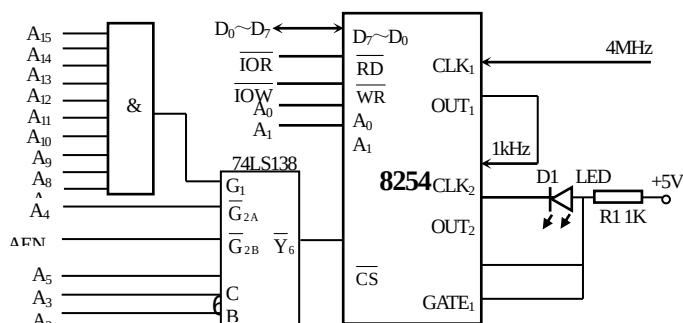

图 7.20 实现题 7.17 功能的接口电路
**解:** 要使发光二极管以点亮 2 秒、灭 2 秒的间隔工作,即要使通道 2 的 OUT2 输出一周期为 4 秒(高低电平各 2 秒)的方波信号。此题输入时钟为 4MHz,要实现 4s 定时,超出了 1 个通道的计数范围,实现时可用一个通道计数分频产生 1kHz 的时钟信号,用作通道 2 时钟输入。假定用通道 1 实现分频,相应电路可如图 7.20 所示。各通道计数值应为: